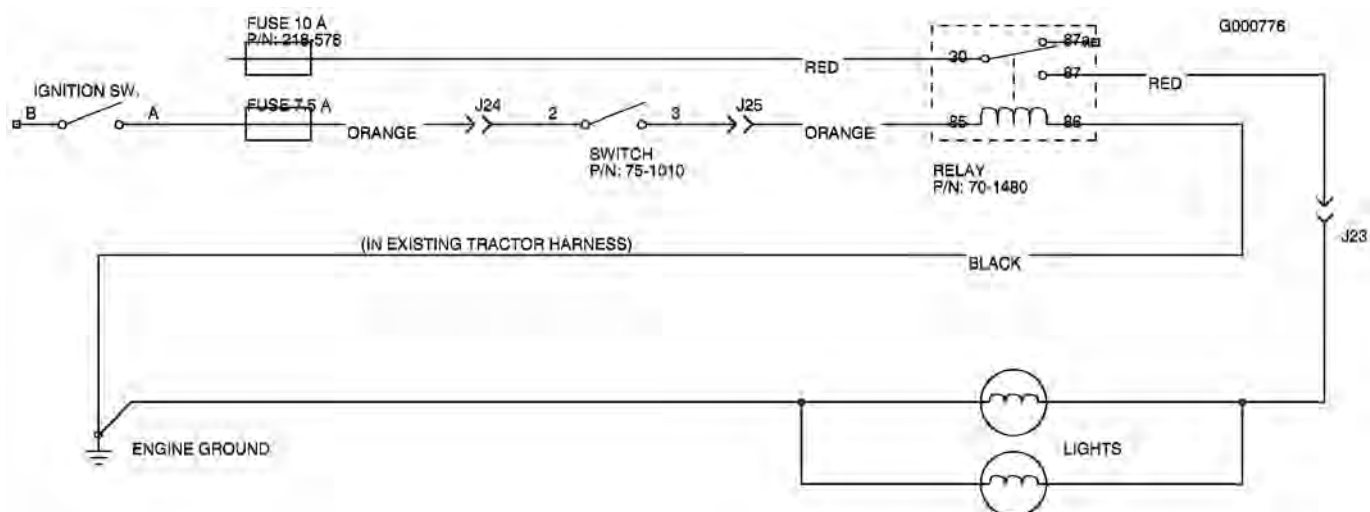

図 51
**重要** トラクションユニットにオプションのヘッドライトを取り付ける場合には、電気系統全体の整合性を確保するため、配線図（図 51）と下記のパーツ番号による部品を使用してください。